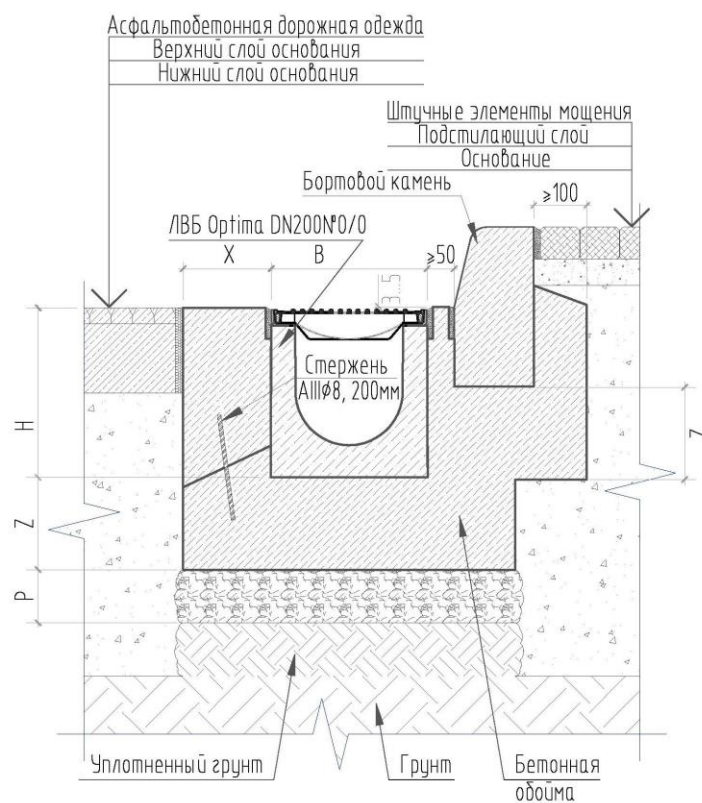

Рис. 6 – Монтаж бетонных лотков с асфальтобетонным покрытием и бортовым камнем.
- при бетонном покрытии необходимо предусмотреть температурные (технологические) швы (рис. 6).
При примыкании к бортовому камню (рис. 6) между ним и лотком устраивается бетонная обойма min 50мм. В местах примыкания бетонной обоймы с лотком и бортовым камнем устраивается гидроизоляционный шов.